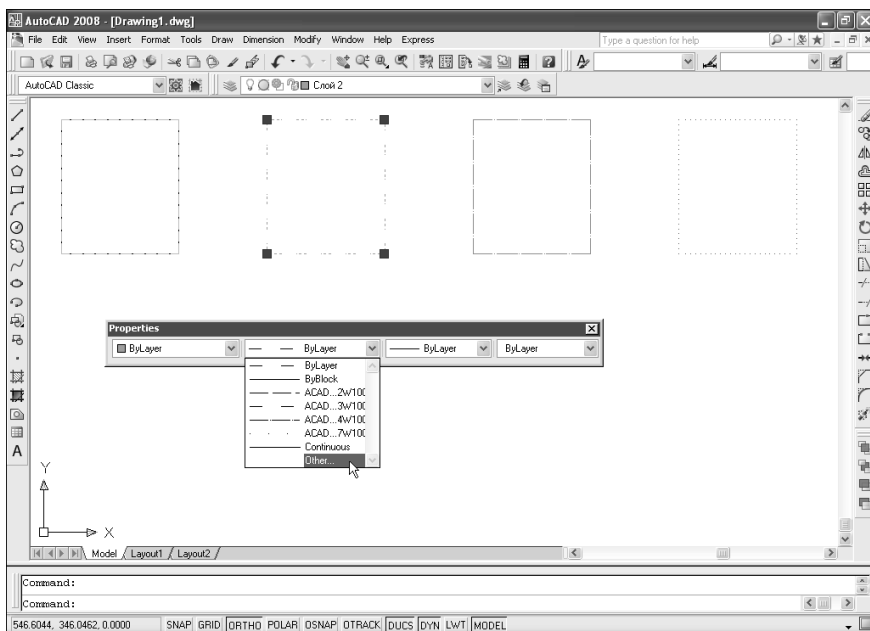

Рис. 6.7. Назначение объекту нового типа линий
2. Из списка типов линий (рис. 6.7) панели инструментов **Properties** выберите новый тип линии.